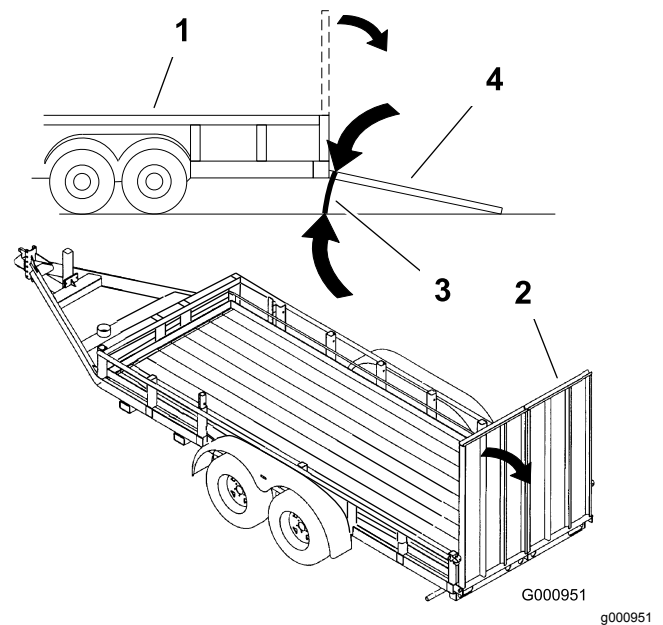

Figure 23
- Utilisez une rampe d'une seule pièce qui dépasse de chaque côté des roues arrière, plutôt que des rampes individuelles pour chaque côté de la machine (Figure 23). Lorsque la plate-forme est abaissée et verrouillée en position, elle doit dépasser à l'arrière entre les roues arrière, et empêche ainsi la machine de basculer en arrière. La rampe d'une seule pièce constitue une surface d'appui pour la plate-forme au cas où la machine bascule en arrière. Lorsque la plate-forme est relevée, une rampe d'une seule pièce constitue une surface sur laquelle vous pouvez marcher derrière la machine.
- La rampe doit être suffisamment longue pour que les angles n'excèdent pas 15 degrés (Figure 23). Si l'angle est supérieur, les composants de la machine peuvent se coincer lors du transfert de la